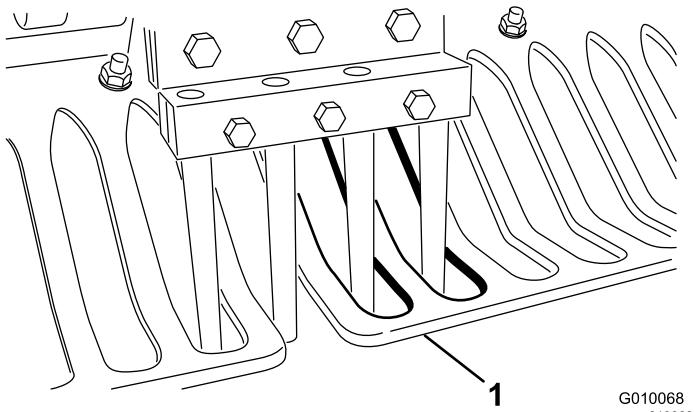

**Figure 66**
2. Desserrez les boulons et les écrous qui fixent le déflecteur latéral au cadre (Figure 66).